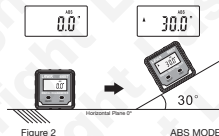

Figure 2
- **Mode (absolu) ABS (ABS s'affiche)** mesure l'angle entre une surface horizontale plane et un objet (**Figure 2**).